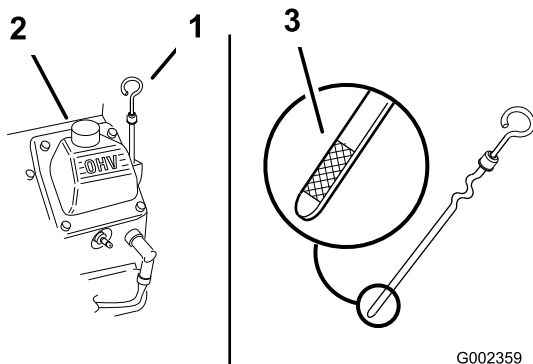

Figure 21
3. Nettoyez la surface autour de la jauge d'huile (Figure 21) pour éviter que des impuretés ne s'introduisent dans le goulot de remplissage, ce qui risquerait d'endommager le moteur.
4. Retirez la jauge d'huile et essuyez soigneusement son extrémité (Figure 21).
5. Remettez la jauge au fond du tube de remplissage, mais sans la visser (Figure 21).
6. Versez avec précaution environ 80 % de la quantité d'huile spécifiée dans le goulot de remplissage (Figure 21).